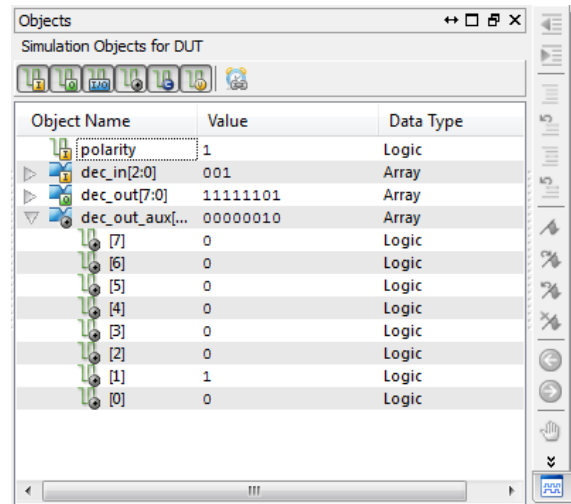

Figura 54.- Ventana de objetos para el decodificador.
- *Ventana Objects*. Muestra todas las señales (Figura 54) del modelo VHDL seleccionado en la ventana *Instances and Processes*. Para cada señal se muestra su nombre, su tipo y su valor en el instante actual de la simulación. Dependiendo del tipo de señal el icono mostrado al lado de su nombre es diferente: